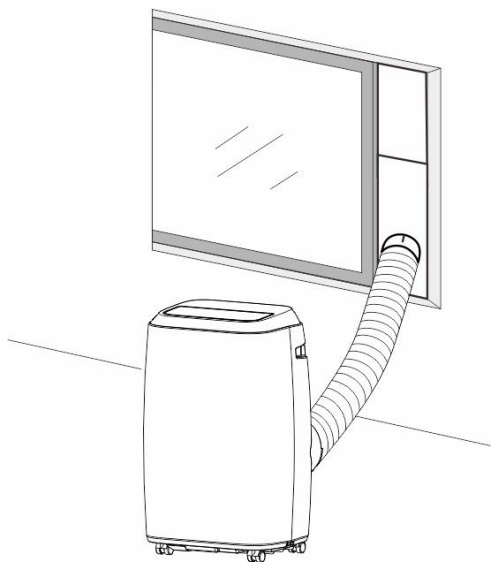

Fig.5
- 2) Installare il tubo di scarico e regolare la posizione della finestra secondo le figure 5 e 5a.